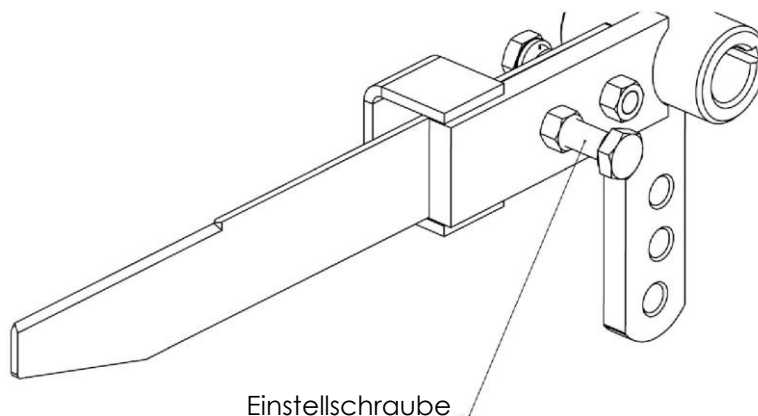

Abbildung 41. Einstellung der Anzahl der Umwicklungen - Einstellschraube
Die Wickellänge beim Wickeln mit Netz kann mit der Einstellschraube eingestellt werden (Abbildung 41). Durch das Einschrauben der Einstellschraube wird das Messmesser (13) von der Riemenscheibe (12) wegbewegt und die Wickellänge reduziert, wie in Abbildung 41 dargestellt. Die Anzahl der Umwicklungen sollte abhängig von den Aufnahmebedingungen eingestellt werden. Die vom Hersteller empfohlene Anzahl der Umwicklungen beträgt 1,5 bis 2,5 Umdrehungen des Ballens.